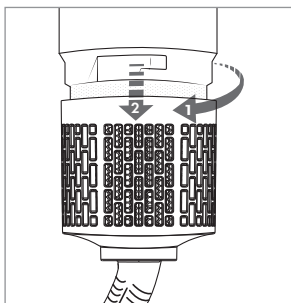

Abb. 9
- Um den Lufteinlass zu reinigen, drehen Sie das Lufteinlassgitter **5** gegen den Uhrzeigersinn und lösen es vom Gerätegehäuse (s. Abb. 9). Verwenden Sie ein trockenes Tuch oder einen weichen Pinsel oder Bürste, um den Staub vom darunter liegenden Filtergewebe zu entfernen, bis es von allen Rückständen vollständig befreit ist. Befestigen Sie anschließend das Lufteinlassgitter **5** wieder am Gerätegehäuse, indem Sie das Lufteinlassgitter **5** bis zum Anschlag im Uhrzeigersinn drehen.